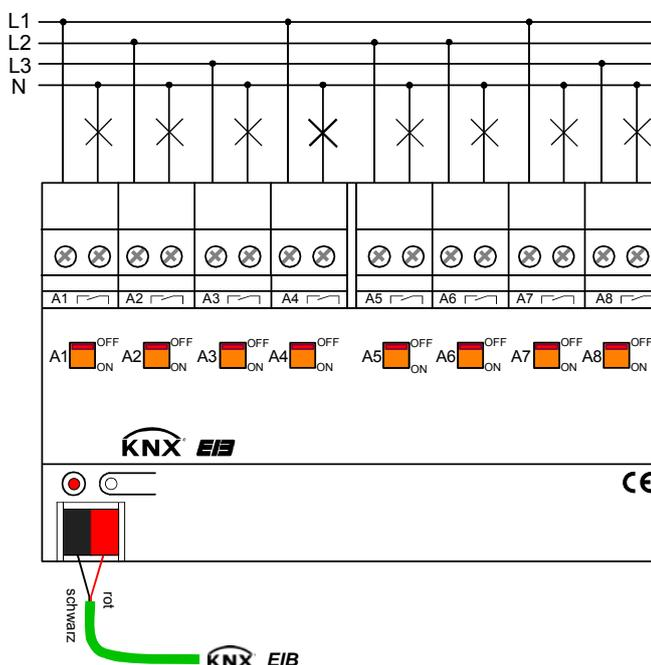

Рис. 1: Подключение к электросети
- Подключение нагрузки и провода шины к исполнительному устройству осуществляется в соответствии с Рис. 1 (пример подключения).